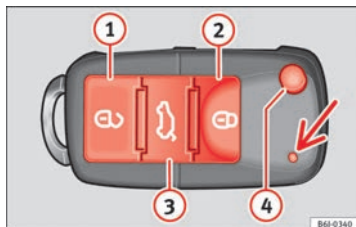

Abb. 59 Tasten im Funk-schlüssel.
Mit der Taste im Funktionsschlüssel ④ ⇒ Abb. 59 wird der Schlüsselbart entriegelt.
Fahrzeug entriegeln ⑥ ⇒ Abb. 59 ①.
Fahrzeug verriegeln ⑥ ⇒ Abb. 59 ②
Heckklappe entriegeln. Die Taste ⑥ ⇒ Abb. 59 ③ betätigen, bis alle Blinkleuchten am Fahrzeug kurz aufleuchten. Nach Drücken der Entriegelungstaste ⑥ ③ können Sie die Heckklappe innerhalb von 2 Minuten öffnen. Nach Ablauf dieser Zeit wird die Heckklappe wieder verriegelt.
Zudem blinkt die Batterie-Kontrollleuchte des Schlüssels ⇒ Abb. 59 (Pfeil) auf.
Bei einmaligem Drücken der Taste ⑥ ⇒ Abb. 59 ① wird nur die Fahrertür entriegelt. Alle anderen Türen bleiben verriegelt.
Bei zweimaligem Drücken der Taste ⑥ ⇒ Abb. 59 ① werden alle Türen entriegelt.
- Betätigen Sie die Taste  ⇒ Abb. 59 an der Funk-Fernbedienung.